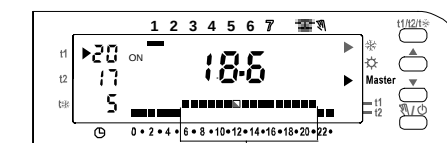

Fig. 7
- nei periodi dove il programma (profilo) presenta il livello di temperatura confort la termoregolazione non viene più gestita dal master (che continua a gestire la sua zona di abbinamento) ma dai trasmettitori abbinati alle singole zone. Sul display resta comunque presente l'indice "► | Master" (fig. 7).